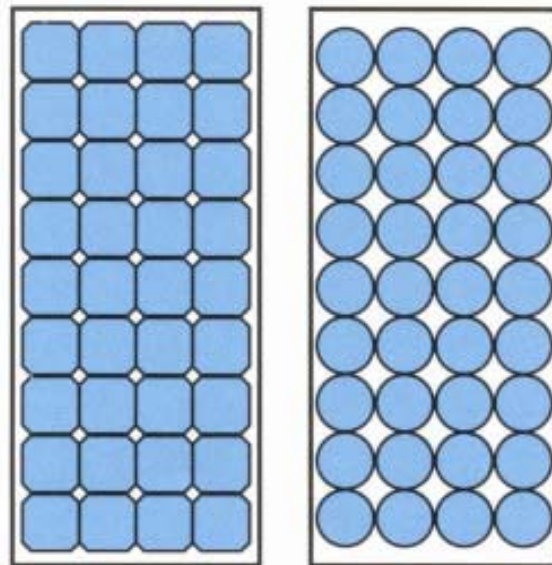

Figura 3.6- Eficiencia de empaque
La compañía British Petroleum (BP) ofrece un modelo similar que usa dos capas conversoras en su línea Millennium™. La Figura 3.6 muestra como las células de aSi pueden ser ofrecidas como paneles flexibles o rígidos.
La forma cuadrada permite un mayor compactado de las mismas dentro del panel FV, disminuyendo la superficie que se necesita para colocar un determinado número de células (Figura 3.6).